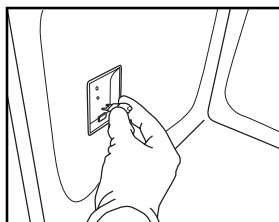

Fig. 6
4. Remplacez l'ampoule brûlée par une ampoule neuve (voir Remarque pour connaître le type) (Fig. 6).